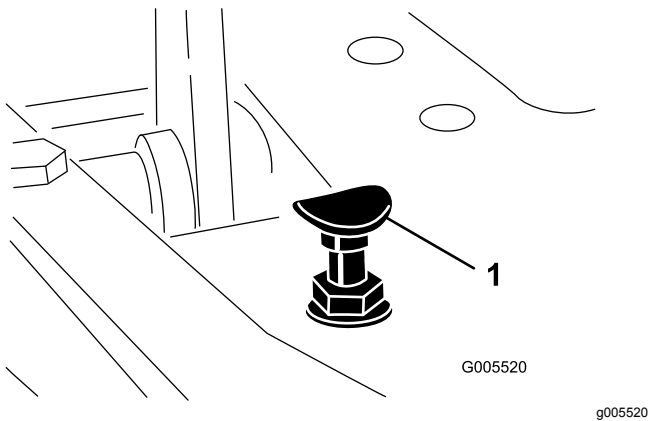

Figura 43
Para obtener la velocidad máxima de transporte, ponga la palanca de control funcional en la posición de TRANSPORTE y pise el pedal de tracción. Si el pedal toca el tope (Figura 43) antes de que se note tensión en el cable, ajústelo como se indica a continuación:
1. Ponga la palanca de control funcional en la posición de TRANSPORTE y afloje la contratuerca que fija el tope del pedal a la chapa del suelo (Figura 43).